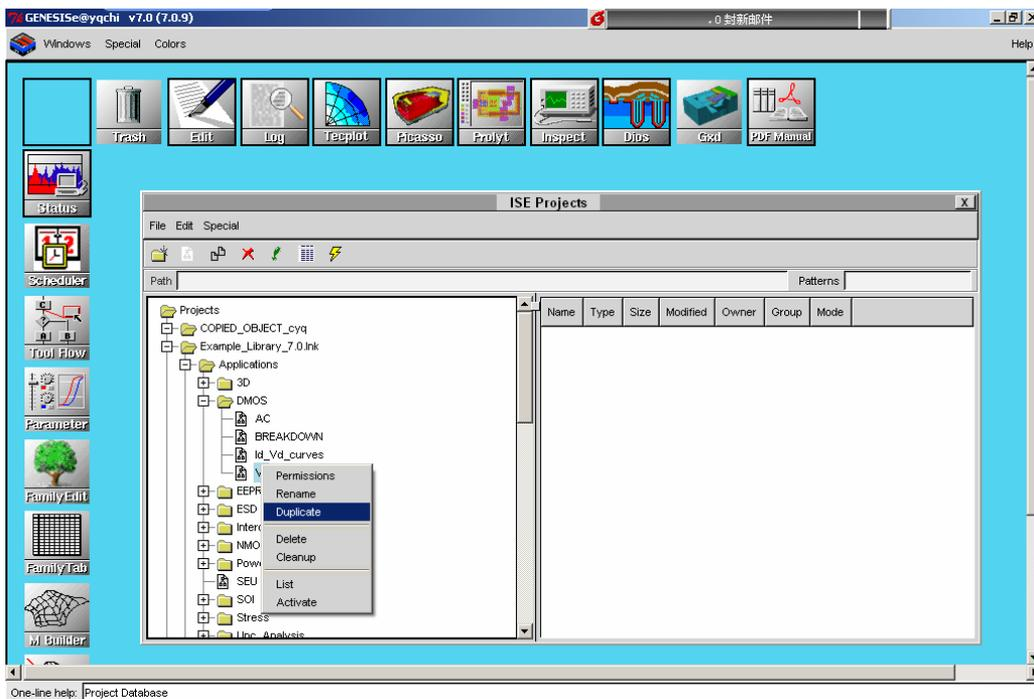
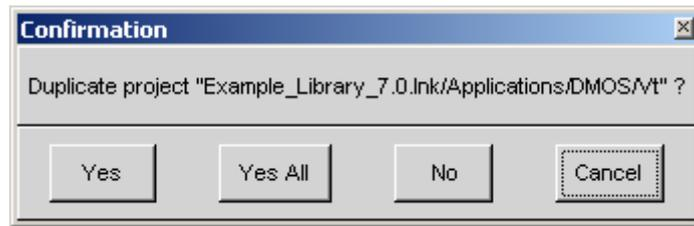
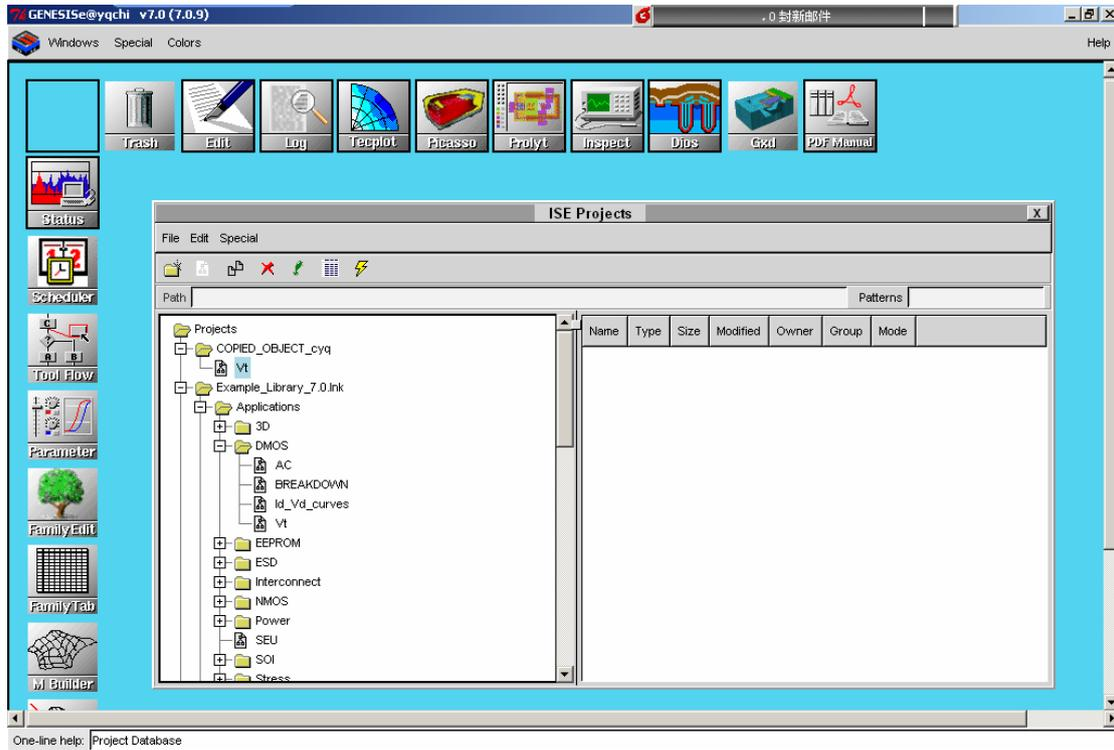
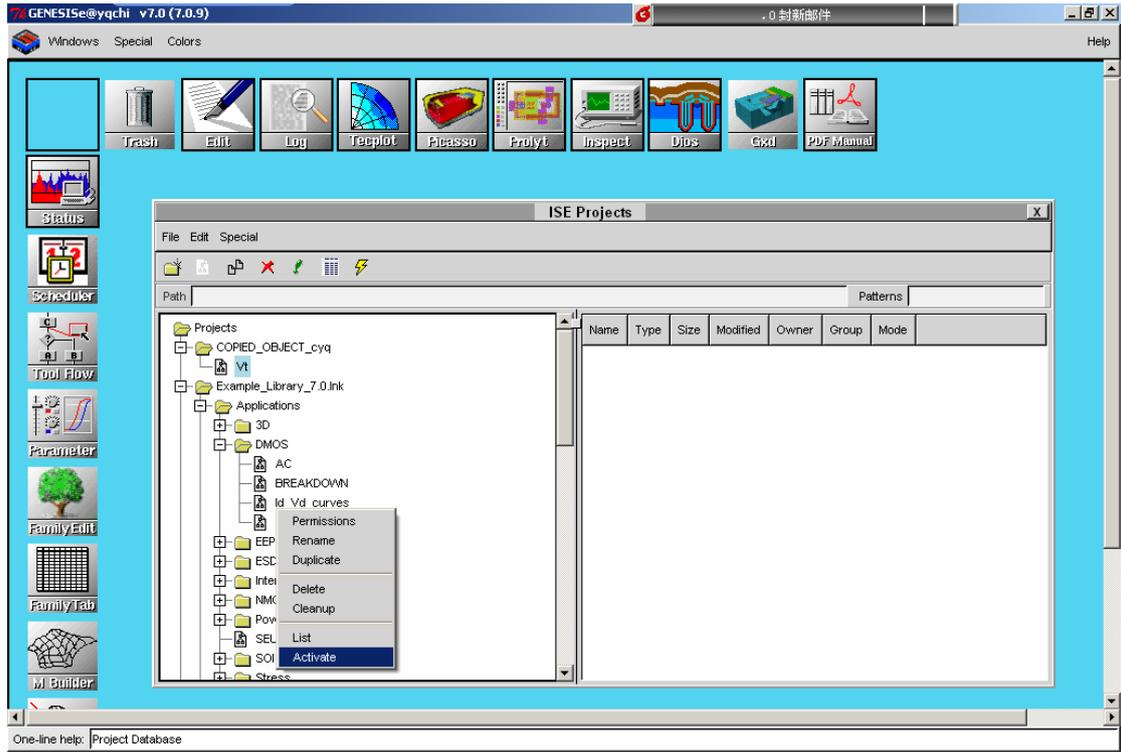

图 3 ISE Project
图 4 点击 “Yes All”
图 5 复制后的 “Vt”
图 6 激活工程
4. 打开 ISE Projects 窗口（双击“Projects”图标，左上角），在左边树状图中右键单击 Example\_Library\_7.0.lnk——Applications——DMOS—Vt，左键单击“duplicate”（如图 3 所示），弹出窗口如图 4 所示，点击“Yes All”，“Vt”就被复制到“COPIED\_OBJECT\_【计算机名】”目录下了，如图 5 所示。右键单击复制后的“Vt”，再左键单击“active”（如图 6 所示），激活这个工程。